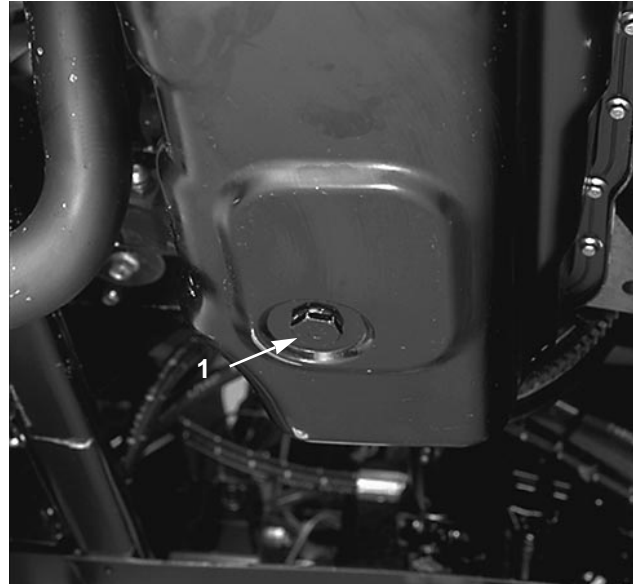

Bild 21
MOTORÖL UND -FILTER (Bild 21–22)
1. Die Ablassschraube (Bild 21) entfernen und das Öl in eine Wanne ablaufen lassen. Wenn kein Öl mehr ausströmt, die Ablassschraube wieder mit einer neuen Schraubendichtung (Bestell-Nr. 74-7850) einschrauben.